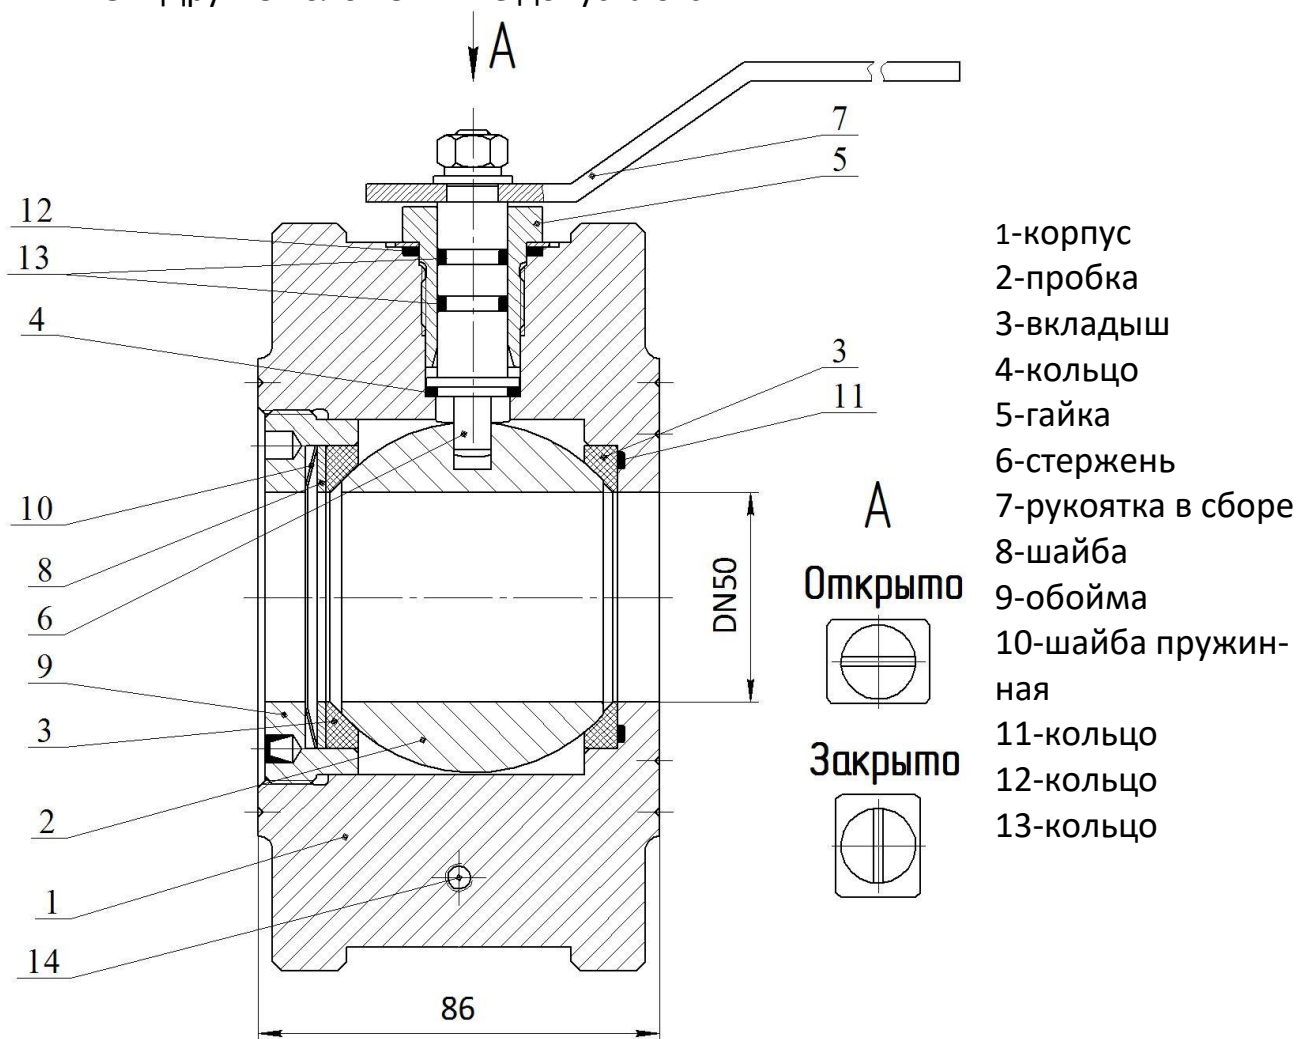

Рисунок 1
Положение запирающего органа (пробки) изменяется при вращении ее рукояткой в диапазоне от 0 до 90° и определяется с помощью выступа на стержне 6 (см. рисунок 1, вид А).
Содержание работ: Замена элементов 2, 3, 4, 11, 12, 13 (см. рисунок 1)
- установить детали на свои места согласно рисунок 1;
Примечание 2. Для обеспечения герметичности пробки 2 (см. рисунок 1) необходимо затянуть обойму поз.9 до упора.
Примечание 2. При разрушении корпуса поз.1 (см. рисунок 1) ремонт по техническому состоянию не проводить.